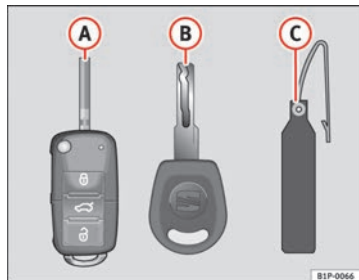

Fig. 61 Jeu de clés
- une clé avec radiocommande ⇒ fig. 61 **(A)** avec panneton escamotable,